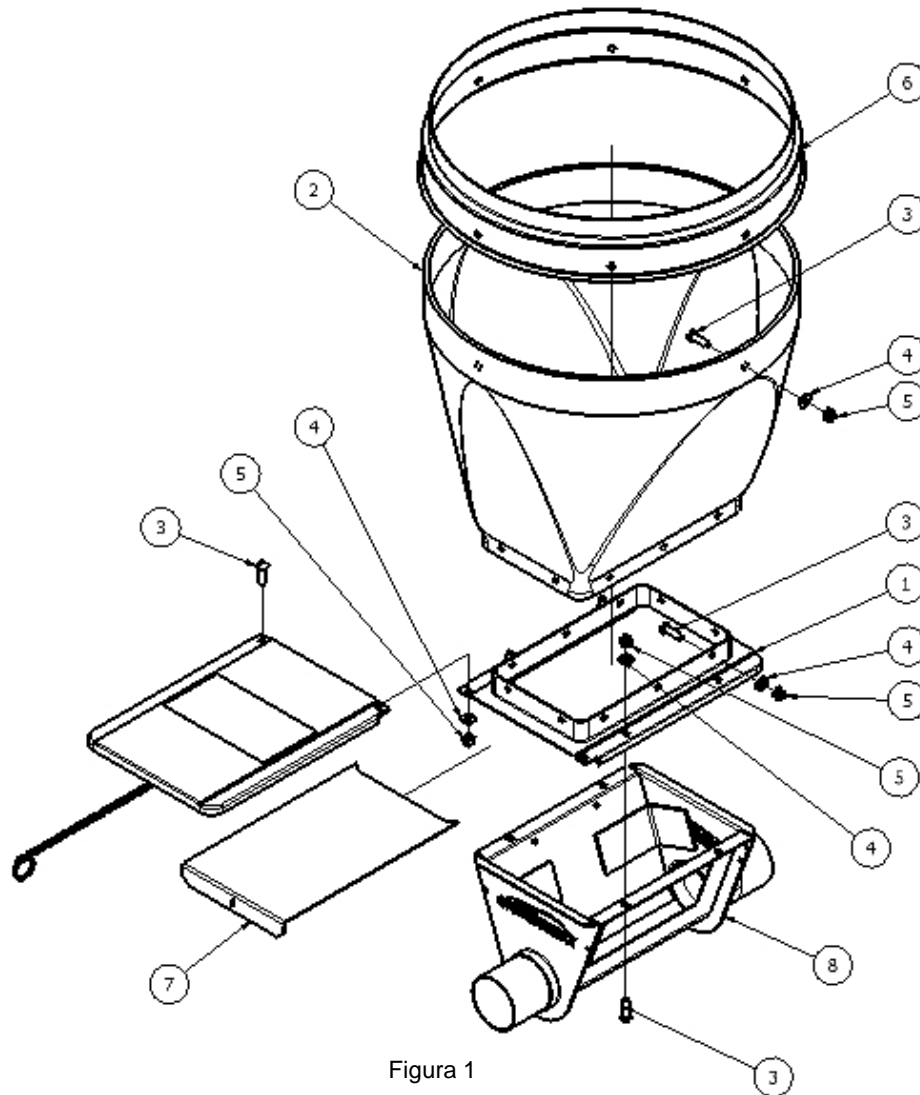

Figura 1
Clave, Figura 1
1. Coloque la Bota Superior dentro de la abertura del collar del silo dándole rotación hasta alinear en dirección donde ira la línea del gusano (auger). La Bota Superior debe ser introducida en el collar hasta el fondo. Usando los orificios en el collar o anillo como molde o plantilla, perforo en la orilla de la Bota Superior ocho (8) orificios de 11/32" (8.8 mm) de diámetro. Unir la Bota Superior al collar del Silo utilizando la tornillería provista. Ver figura 1 para la correcta orientación y ensamblado. La tornillería debe ser ajustada uniformemente alrededor del collar del silo para evitar la aplicación de fuerza irregular a la Bota Superior.
2. Coloque la Plataforma de Transferencia a la Bota Superior en los orificios pre-perforados utilizando la tornillería provista. (Ver Figura 1). La Plataforma de Transferencia debe ser orientada de manera que los orificios de la puerta corrediza este al lado opuesto de la salida del Eje de Soporte (Anchor Bearing). Favor asegurarse que las cabezas de los tornillos estén colocadas en la parte de adentro de la Plataforma de Transferencia, con la arandela de nylon localizada debajo de la tuerca. Nuevamente la secuencia de atornillado o apretado deberá ser uniforme alrededor de la Plataforma de Transferencia/ Bota Superior para evitar aplicación de fuerza irregular a la Bota Superior.